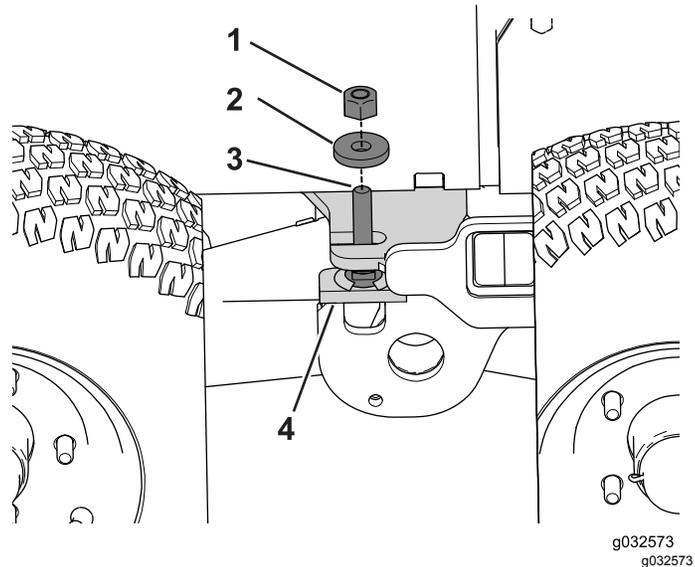

Figura 91
- 10. Montate il dado di bloccaggio e la rondella al prigioniero filettato sul gruppo di arresto del carrello (Figura 91).